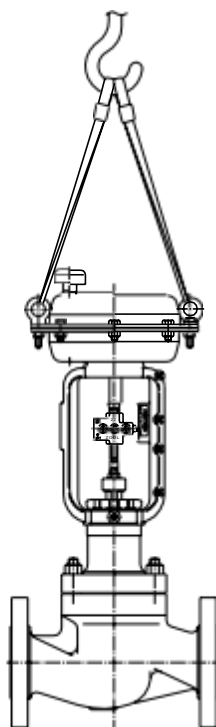
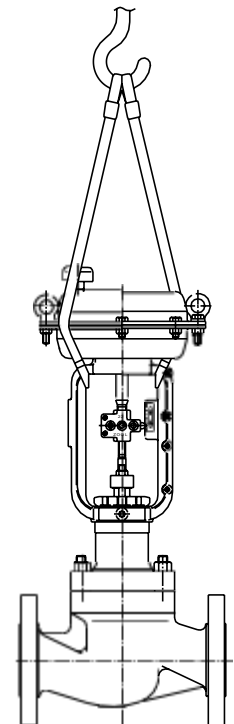

图 2-2
图 2-3
- 将本控制阀从包装箱中取出并吊运时，请使用适合本控制阀重量的标准化吊带，以避免损伤控制阀。此时请使用两侧的吊环，并使载重均匀，请参照图 2-2。但是，若标注在包装箱表面的重量超过下述限定重量范围，请不要使用吊环，必须按图 2-3 所示进行。否则可能因吊装不安全而造成人身伤亡。